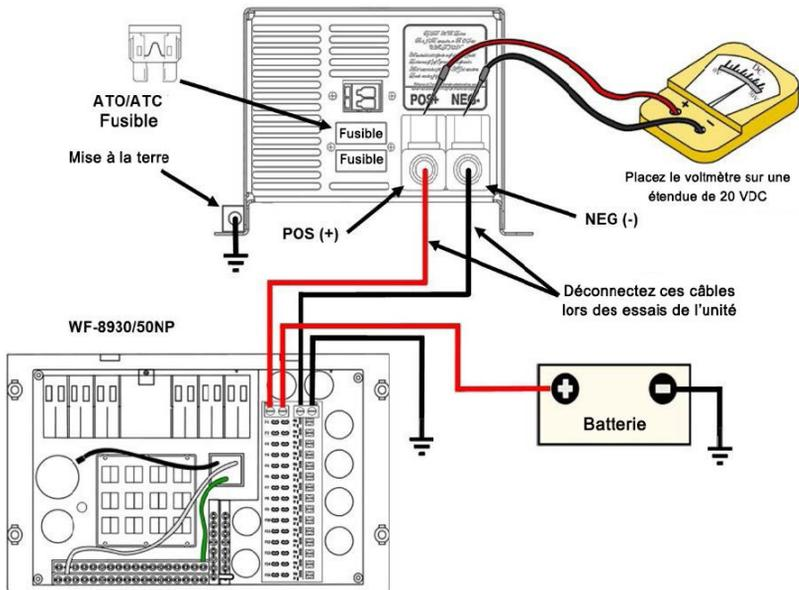

Figure 4
Avant la vérification de l'intensité de sortie du Convertisseur-Chargeur de série WF- 9800LiS, débranchez le câblage à la batterie. Assurez-vous que le convertisseur est branché sur une source de courant AC (105-130 V). Vérifier la tension de sortie du convertisseur de la batterie avec un voltmètre. Placez le voltmètre sur les câbles débranchés ; le **Positif** (rouge) de la sonde sur le + **Positif** rouge sur le câble de la batterie et placez le fil (noir) **Négatif** de la sonde sur le fil noir - **Négatif** du câble de la batterie (Figure 4). Assurez-vous d'une bonne connexion sur les câbles. Avec le commutateur à la position Plomb (LA), si la tension est de 13,6- 14,4 VDC (+/- 0,2) sans charge, le convertisseur fonctionne correctement. Lorsque le commutateur est en position Lithium (LI), si la tension est de 13,6 à 14,6 VDC (+/- 0,2) sans charge, le convertisseur fonctionne correctement.